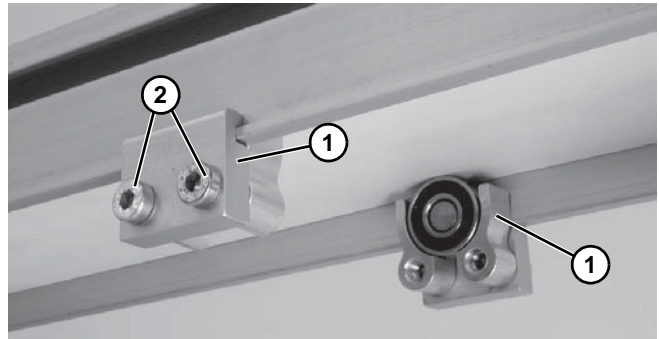

Figura 14
3. Instale los rodillos (**Figura 14, artículo 1**) tal y como se muestra. Apriete los tornillos (**Figura 14, artículo 2**) a 7 Nm.